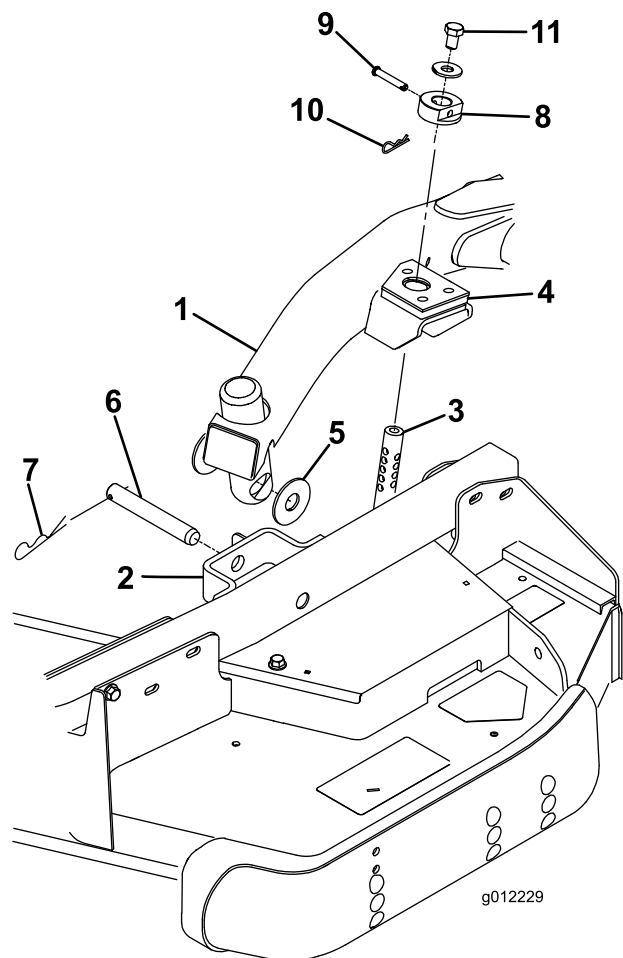

Figura 23
4. Portate la leva di sollevamento in posizione Float. Spingete verso il basso un braccio di sollevamento fino a quando i suoi fori non si trovano allineati ai fori della staffa del braccio della ruota orientabile e l'asta dell'altezza di taglio può essere inserita nei pattini del braccio di sollevamento (Figura 23).
5. Fissate il braccio di sollevamento al braccio della ruota orientabile con (2) rondelle di spinta, un perno con testa e una coppiglia. Posizionate le rondelle di spinta tra il braccio di sollevamento e la staffa del braccio della ruota orientabile (Figura 23). Inserite l'estremità della coppiglia nell'apposito intaglio di ritegno presente sulla linguetta del braccio della ruota orientabile.
9. Montate i collari dell'altezza di taglio sulle aste dell'altezza di taglio e fissateli con dei perni con testa e delle coppiglie (Figura 23). La testa del perno deve essere rivolta verso la parte anteriore del piatto di taglio.
10. Montate un bullone (1/2 x 3/4 poll.) e una rondella sulla sommità di ogni asta dell'altezza di taglio (Figura 23).